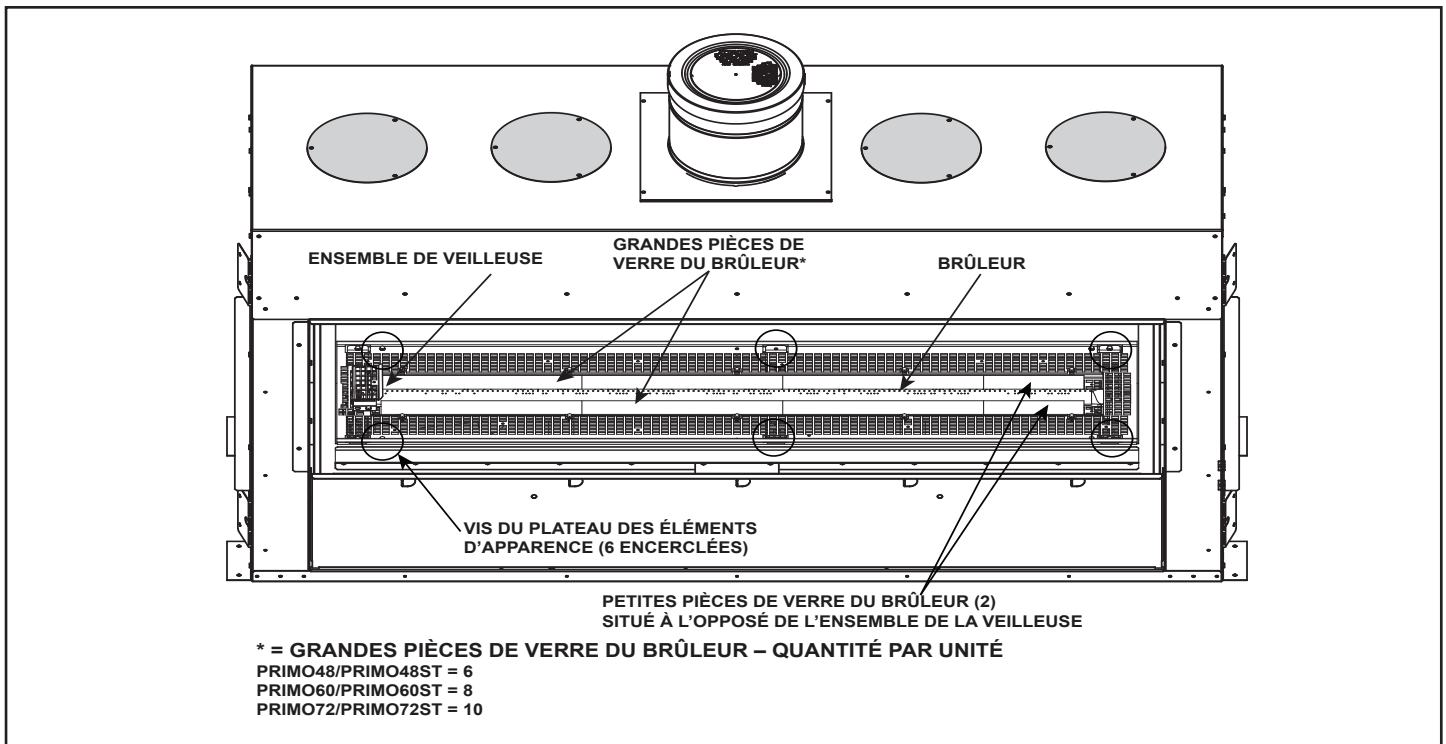

Figure 9.3. Plateau de base avec brûleur, couvercle de la veilleuse et vitre du brûleur
9. Retirez la vitre du brûleur. Voir la figure 9.3.
10. Retirez le plateau de l'élément d'apparence. Il est fixé à l'intérieur de la base de la boîte à feu avec les vis. Voir la figure 9.3.